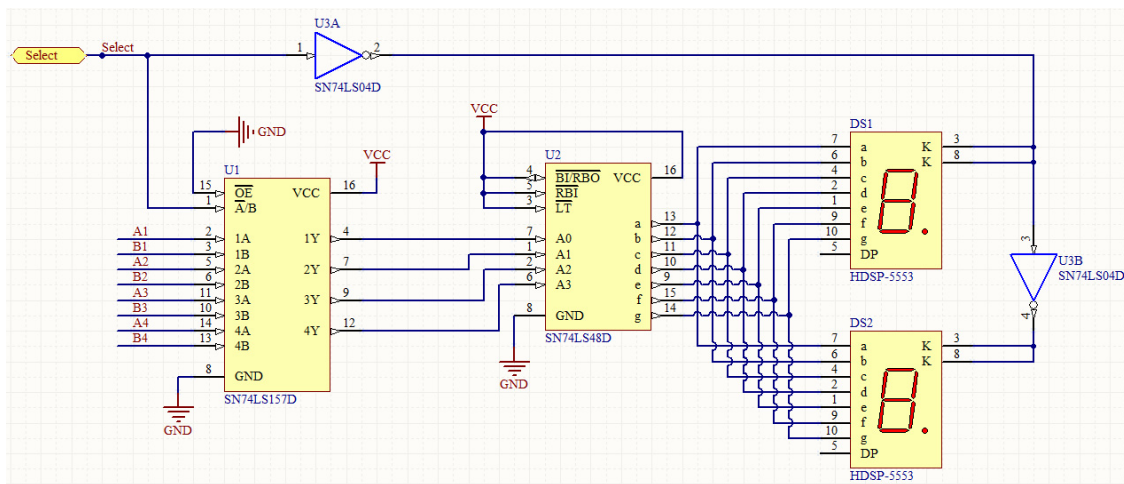
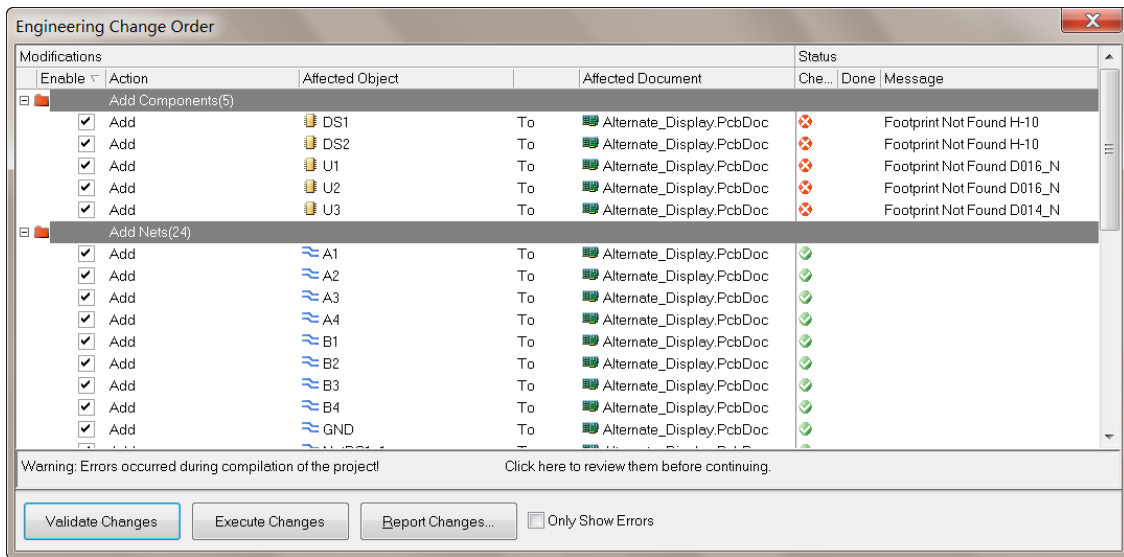

图 11-12 Alternate_Display.SchDoc
图 11-13 Engineering Change Order 对话框
双击 Alternate_Display.SchDoc 进入原理图编辑环境，如图 11-12 所示。执行菜单命令 Design » Update PCB Document Alternate_Display.PcbDoc，进入 Engineering Change Order 对话框，单击 Validate Changes 按钮，如图 11-13 所示，可以看到最上方五个元件没有通过验证，后面的 Message 列显示原因：封装没有找到。对于本例，是因为封装所在的元件库没有加载到系统中。
- 3) **In All Parts:** 当前封装是复合元件的封装。复合元件包含多个相同的单元电路，如电路图 11-12 中的非门 U3A 就是一个单元电路，而六个非门构成一个复合元件 SN74LS04D。